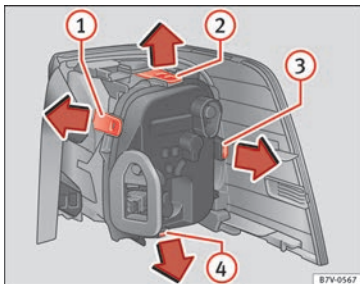

Abb. 220 Rückleuchte in der Karosserie: Lampenträger ausbauen. ① bis ④ Verriegelungslaschen.
8.	Zum Entriegeln des Lampenträgers Verriegelungslaschen » Abb. 220 ① bis ④ in Pfeilrichtung drücken.